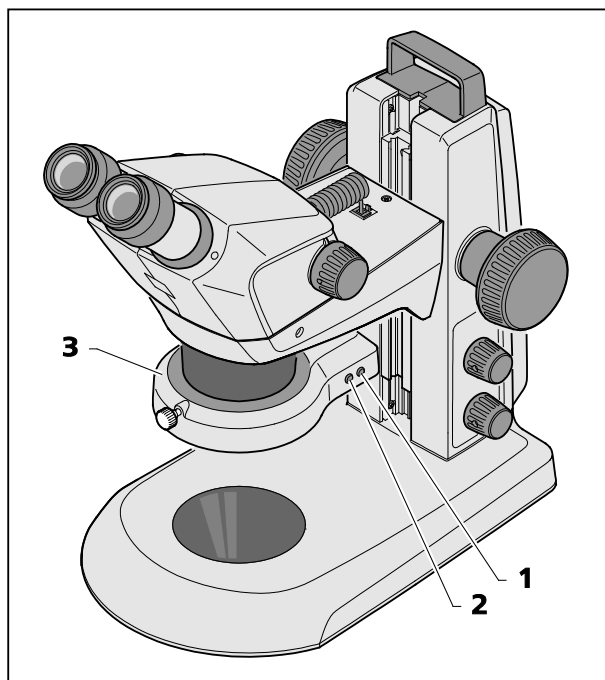

Fig. 23 Lampada anulare
- Premendo successivamente il pulsante anteriore (Fig. 23/2) è possibile scegliere fra quattro stati di illuminazione della lampada anulare (Fig. 23/3):
- Schiacciare brevemente una volta il pulsante posteriore (Fig. 23/1), si gira il segmento regolato, sempre in passi di un quadrante, in senso orario.
- Premendo e mantenendo premuto il pulsante posteriore (Fig. 23/1) più di 2 secondi, si mette in rotazione continua il segmento regolato (giro in 1/8 passi circolari, sempre 1 secondo per giro).
- Premendo di nuovo il pulsante posteriore (Fig. 23/1), si arresta la rotazione, essendo illuminato l'oggetto nuovamente da dietro.